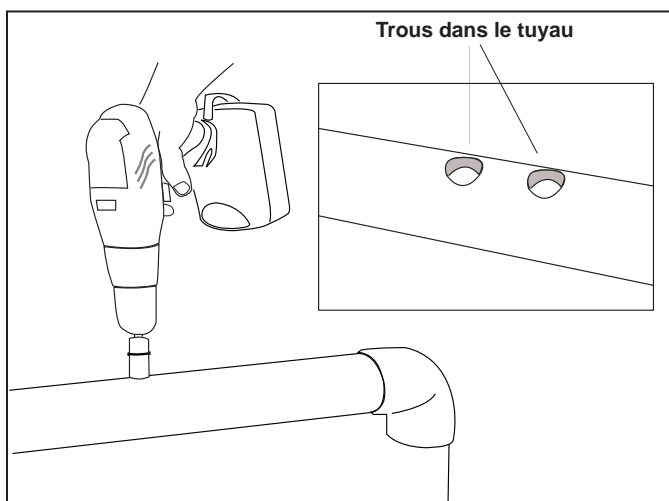

Figure 7. Percer les trous dans le tuyau
8. Percer les trous dans le tuyau à l'aide de la scie à trous fournie. S'assurer que les trous sont propres et lisses (Voir Figure 7).